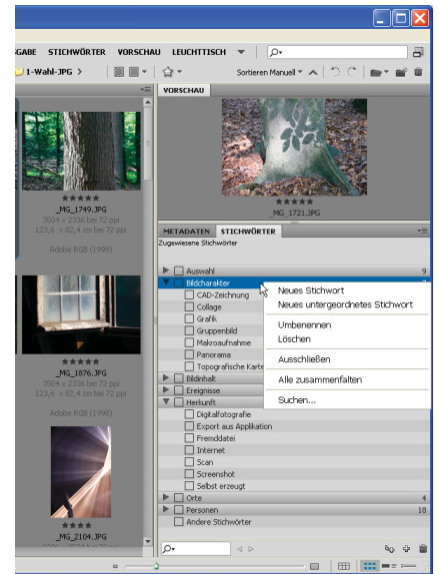

Abb. 12-4: Stichwörter verwalten und zuweisen
- Stichwörter:** Zur differenzierten Sortierung und Archivierung von Bildinhalten können den Bildern Stichwörter zugeordnet werden. Im F STICHWÖRTER – im Arbeitsbereich GRUNDLAGEN unterhalb der VORSCHAU– werden die Stichwörter angelegt, thematisch geordnet und zu Gruppen zusammengefasst (Abb. 12-4).